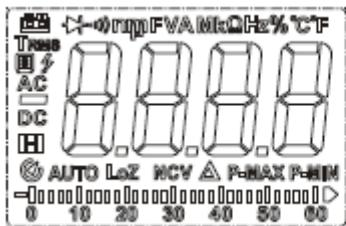
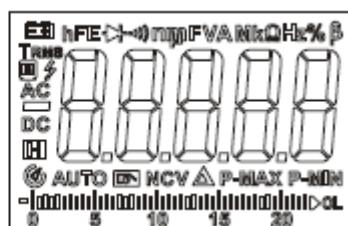

Рисунок. 2 UT61B + / UT61D+
Рисунок. 3 UT61E +
**ЖК-дисплей (Рисунок. 2, Рисунок. 3)**